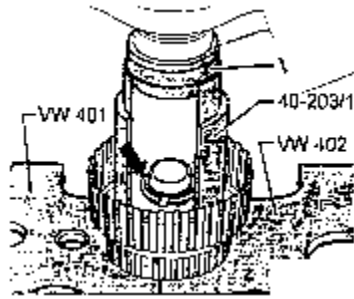

图 7-121 安装卡环
(1) 卡环的拆卸和安装。将带中间弹簧环的活塞盖板向下按，以便能将卡环装入槽内。如图 7-121 所示。